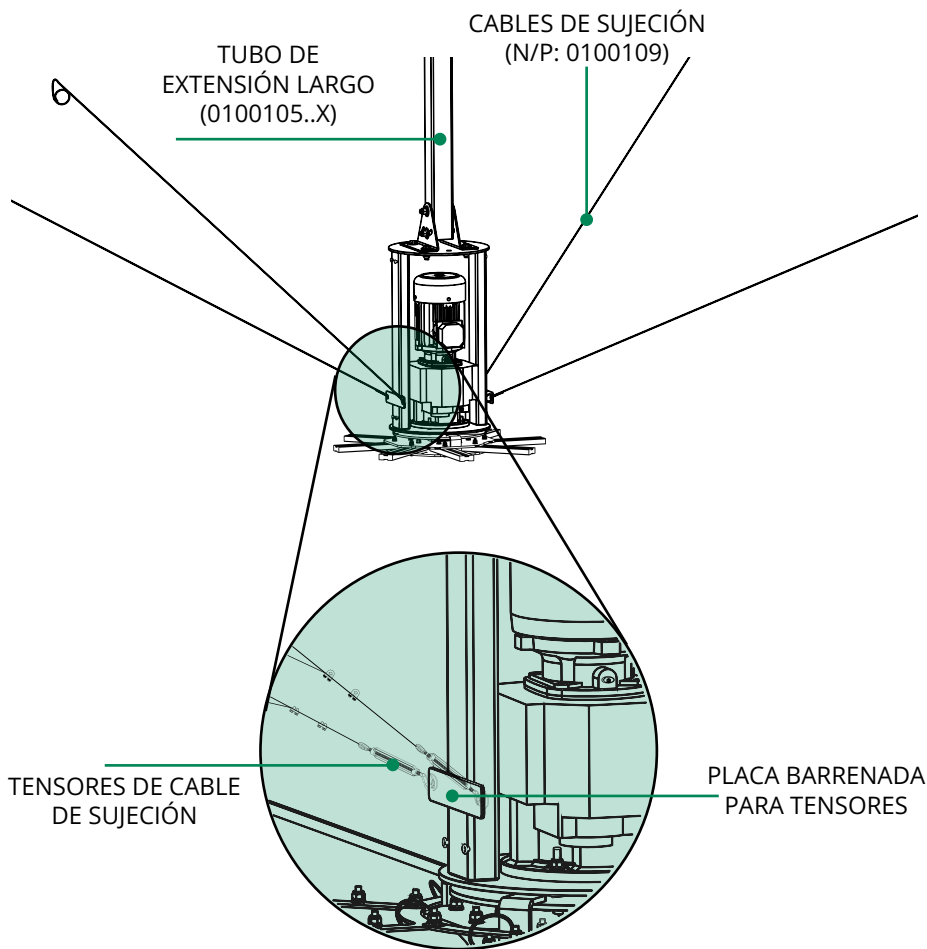

Fig. 18.3
**18.3** Pasar el cable a través del ojillo del tensor y asegurarlo usando 2 nudos de sujeción (N/P: 01001092) y asegurar el gancho del tensor al barreno en la placa que se encuentra en el bastidor. Fig. 18.3